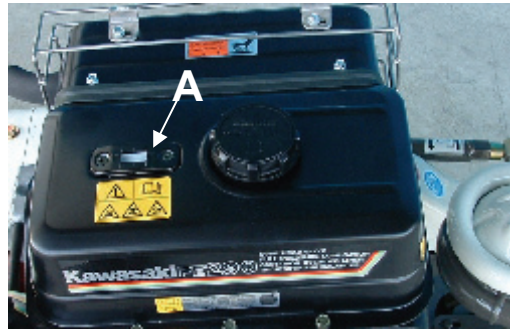

Figure 10
Carburant (Figure 10, repère 1)
- Vérifiez que le plein de carburant est effectué. La jauge rouge (figure 10, repère A) vous indique le carburant effectivement contenu dans le réservoir.